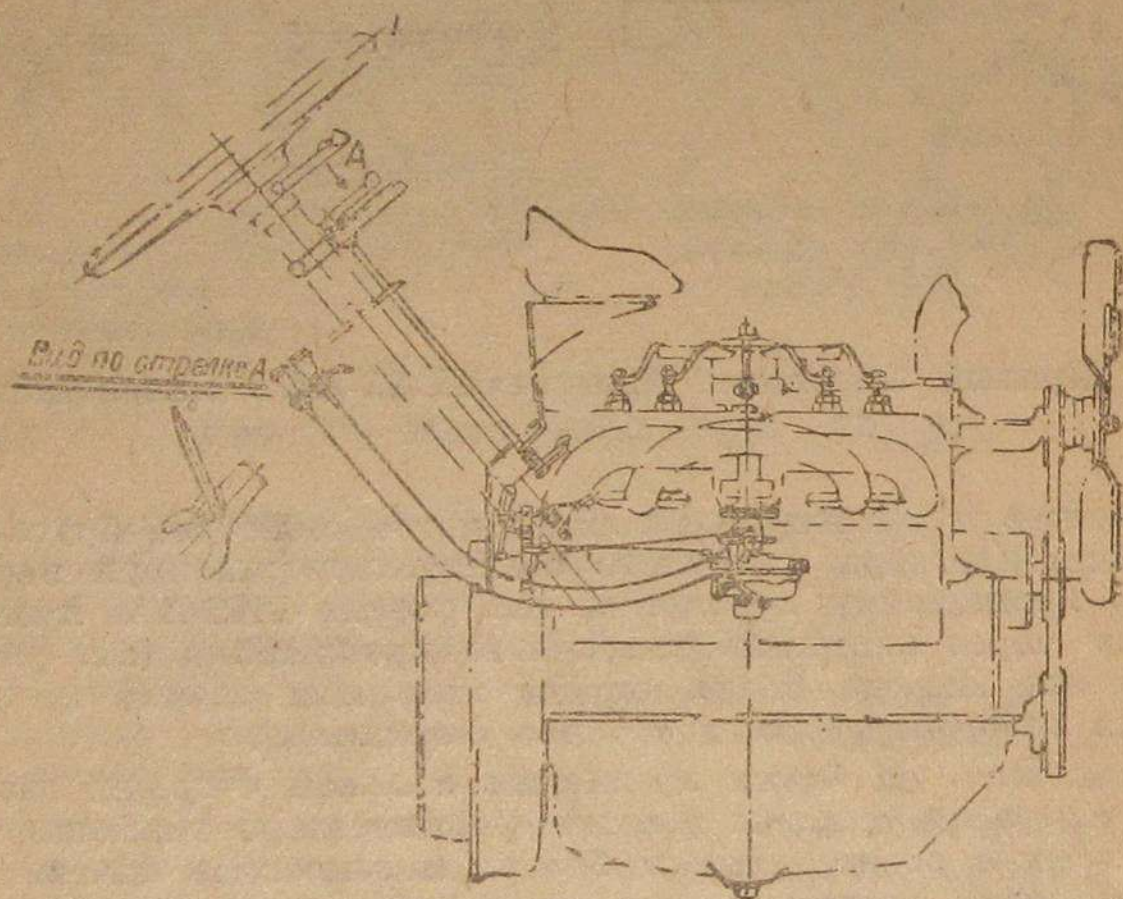

Рис. 15. Управление смесителем и карбюратором двигателя (вид сбоку).
9. Произвести сборку системы управления двигателем (рис. 15 и 16):
г) для всей дальнейшей сборки системы управления двигателем руководствоваться рис. 15 и 16.